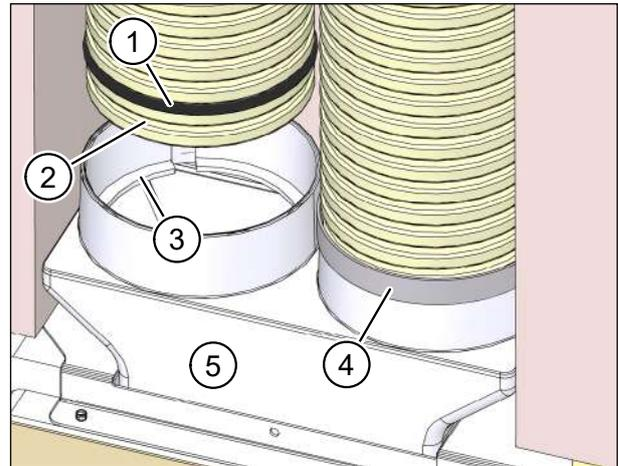

Abb. 58: Flexrohrverbindung mit Dichtband fixieren
- ▶ Setzen Sie Dichtringe (Pos. 1 in Abb. 58) in die zweite Rille am Flexrohr ein. Diese sind als Zubehör M-WRG-FR-DR75 (Art.-Nr. 5056-41/75) erhältlich.
- ▶ Setzen Sie die Flexrohre in die Öffnungen des Flexrohranschlusses ein. Stellen Sie sicher, dass die erste Rille am Flexrohr (Pos. 2 in Abb. 58) im Rastring (Pos. 3 in Abb. 58) des Flexrohranschlusses einrastet.
- ▶ Empfehlung: Dichten Sie die Verbindungsstelle mit einer Lage Dichtband von 30 mm Breite ab (Pos. 4 in Abb. 58).
- ▶ Setzen Sie den Flexrohranschluss (Pos. 5 in Abb. 58) in die Öffnung am Mauerkasten ein.